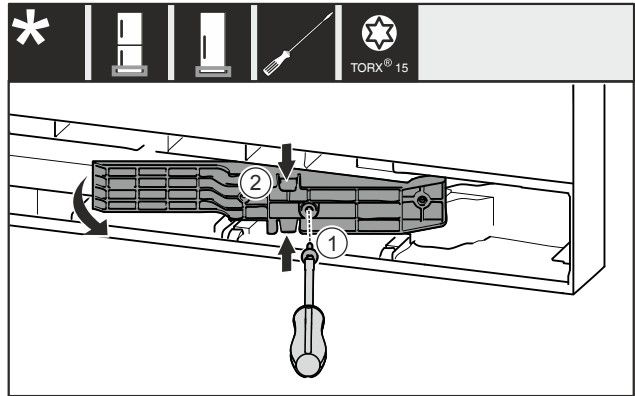

Fig. 19 *
- Schroef Fig. 19 (1) verwijderen.*
- Adapterstuk Fig. 19 (2) boven en onder iets samendrukken en eruit trekken.*